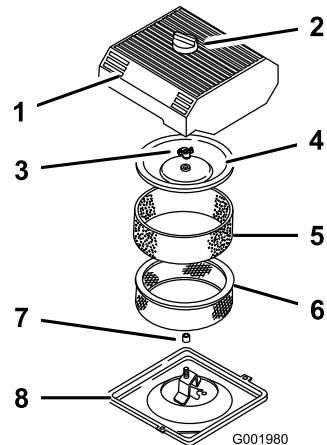

図 46
3. エアクリーナを外したときエンジン内部に異物が入らないよう、周辺をきれいに拭く（図 46）。
4. エア・クリーナのカバーのノブをゆるめてカバーを外す（図 46）。
5. ペーパー・エレメントからスポンジ・エレメントを注意深く取り外す（図 46）。
6. カバー・ナットを外し、カバーとペーパー・エレメントを外す（図 46）。
- ペーパー・エレメントにスポンジ・エレメントを注意深く取り付ける(図 46)。
- カバー・ナットを取り付けて指締めする(図 46)。
- エア・クリーナのカバーとノブを元通りに取り付ける(図 46)。